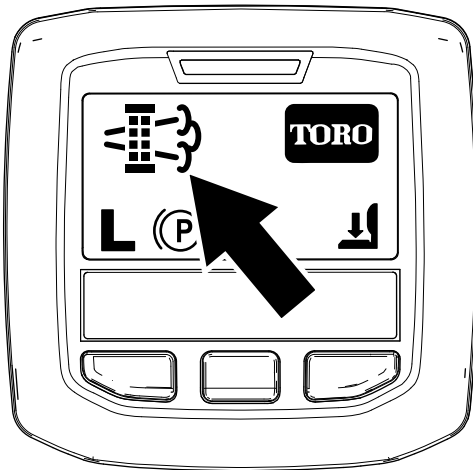

Bild 47
- Wenn der Motorcomputer eine geparkte Regenerierung oder eine Wiederherstellung-Regenerierung anfordert, wird das Symbol für die Anforderung einer Regenerierung (Bild 47) im InfoCenter angezeigt.